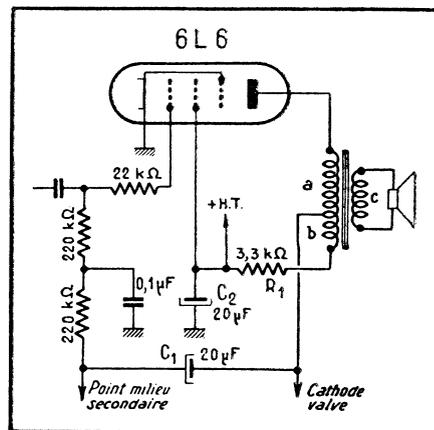

Fig. 3. — Schéma réel utilisant une 6L6 en lampe finale.
1. — Lampe 6L6 (fig. 3). Le nombre de spires est de 2500 (a) + 400 (b), le rapport R_i/R étant ici de l'ordre de 10 ;